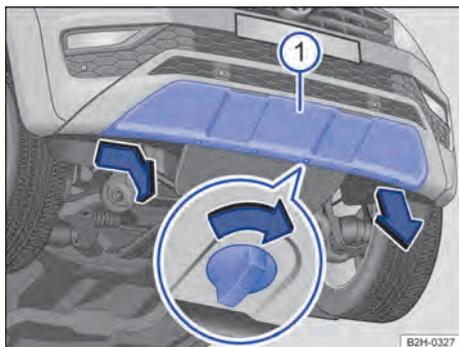

Fig. 168 No para-choque dianteiro à direita: cobertura, variante 2.
1. Girar os parafusos de travamento cerca de 90 graus no sentido da seta → Fig. 168.
2. Virar a tampa levemente para baixo e retirar uma lingueta de travamento do para-choque no lado direito do veículo ①.
4. Extrair as cintas de fixação restantes do para-choque e colocar a cobertura com segurança no veículo ①.